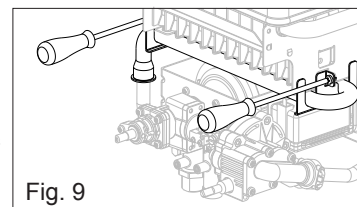

Fig. 9
- Svitare le viti che tengono in posizione il collettore (fig. 9)